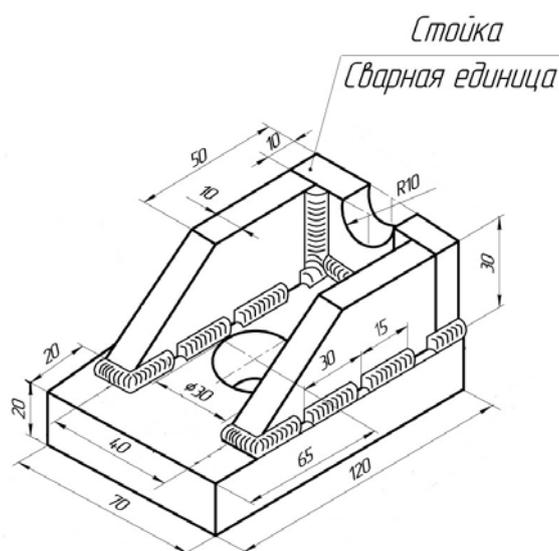
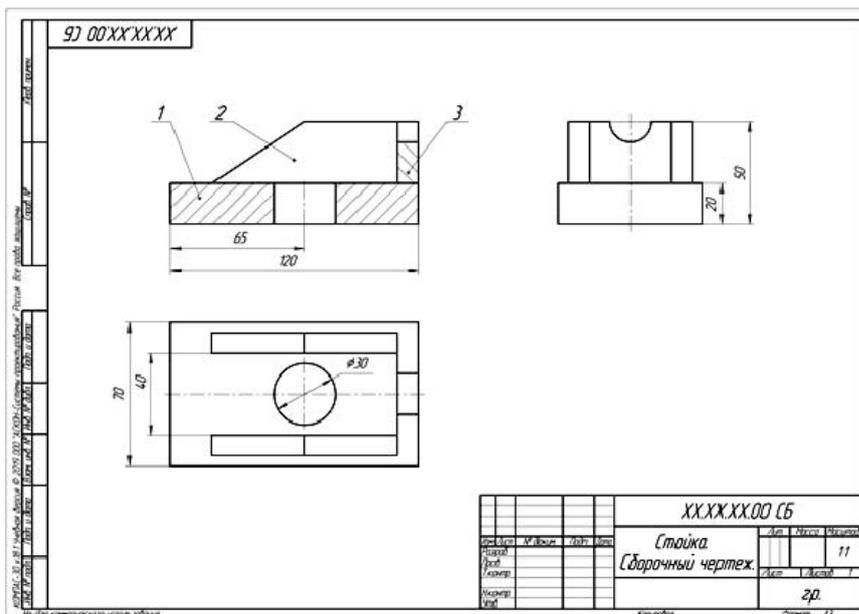

Рисунок 5.1 – Модель, используемая в качестве примера выполнения лабораторной работы № 5
Рисунок 5.2 – Выполнение необходимых видов и разрезов модели
- 4) отрисовать по заданной наглядной модели сварной единицы (рисунок 5.1) фронтальный разрез, вид сверху и вид слева, проставить номера позиций **Обозначение / Обозначение позиций** (рисунок 5.2);